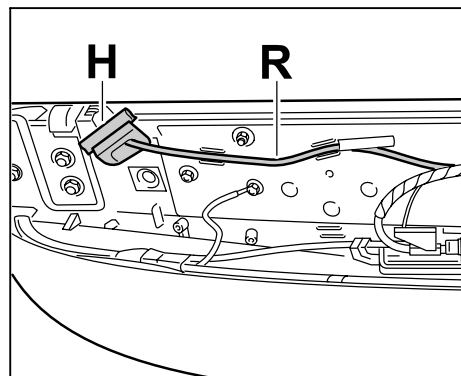

Bild 11
- 4.3 Gummitülle aus Heckspoiler $\Rightarrow$ Bild 11 -H- ausbauen. Gummitülle über Antennenleitung $\Rightarrow$ Bild 11 -R- schieben und in Heckspoiler einsetzen.